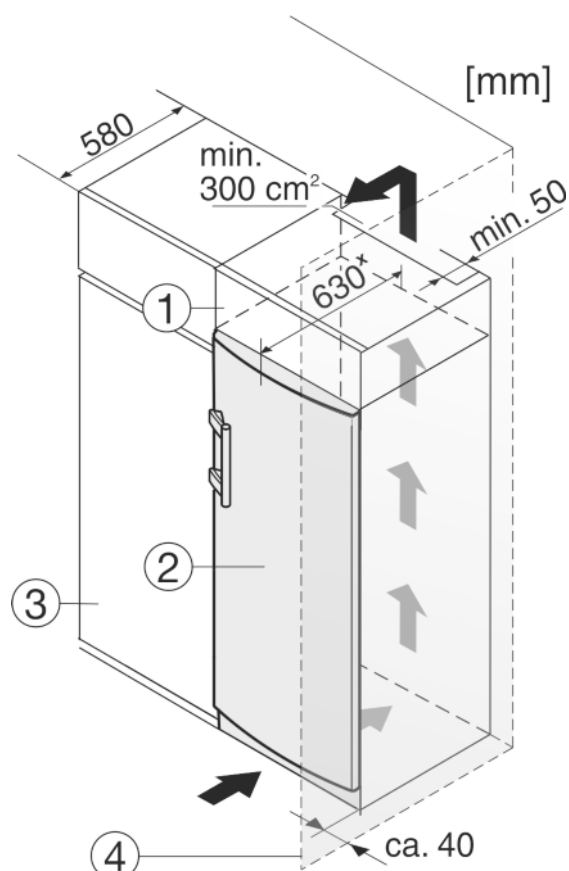

Fig. 11
Устройство может быть окружено кухонными шкафами. Чтобы уравнять устройство *Fig. 11 (2)* по высоте с кухонной стенкой, можно установить над устройством дополнительный шкафчик *Fig. 11 (1)*.
При комбинировании с кухонными шкафами (глубина макс. 580 мм) устройство можно установить непосредственно рядом с кухонным шкафом *Fig. 11 (3)*. Устройство выступает сбоку на 34 мм\* и по центру на 50 мм\* относительно передней стенки кухонного шкафа.
Если устройство установлено на шарнирах у стены *Fig. 11 (4)*, то расстояние между устройством и стеной должно быть не менее 40 мм. Настолько выступает ручка при открытой дверце.